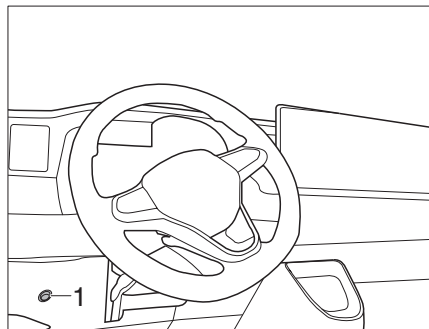

Bild 321 På-/avknapp LED-ljusramp
- ▶ Kontrollera regelbundet funktionen hos ljusrampen och På-/avknappen (Bild 321,1).
- Hantera På-/avknappen (Bild 321,1) till vänster under ratten.